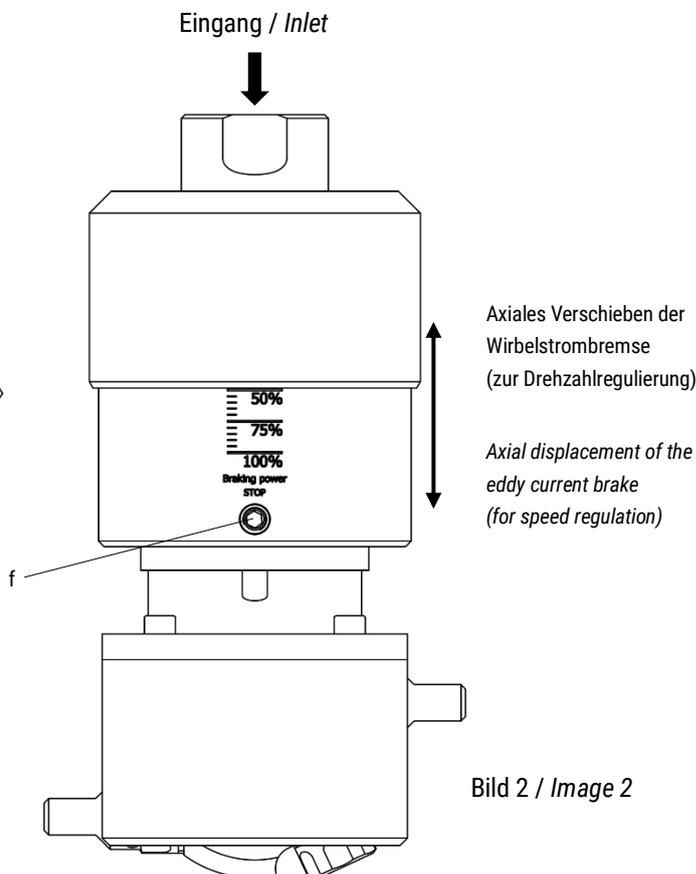

Bild 2 / Image 2
3. Drehzahlregulierung (Bild 2)